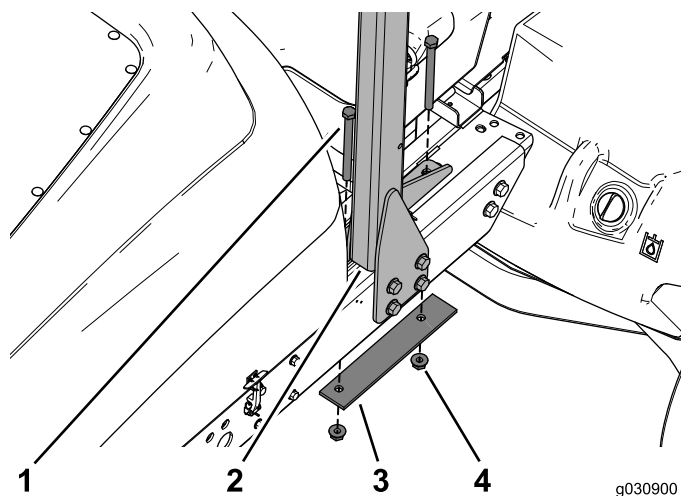

Bild 7
6. Ordnen Sie die Verstärkungsplatte und das Batteriefach so an, dass Sie die zwei Schrauben, die die Verstärkungsplatte und die zwei Bundmutter entfernen können, mit denen der Überrollbügel oben am Rahmen befestigt ist (Bild 7). Legen Sie sie zur Seite.